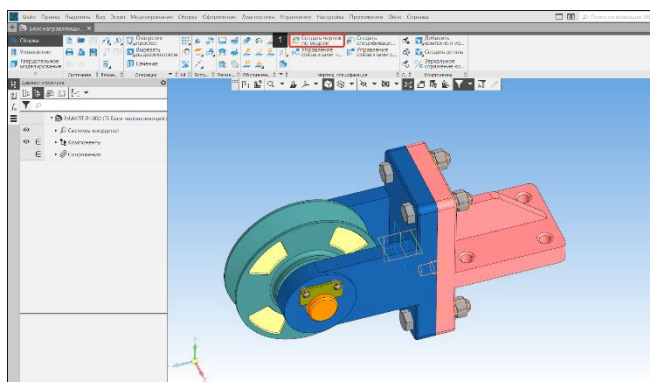
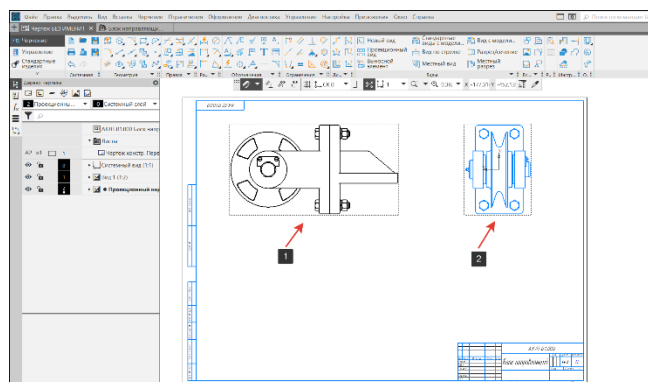

Рисунок 384 – Блок направляющий
Рисунок 385 – Главный вид и вид слева
Создадим чертеж сборочной единицы «Блок направляющий», используя команду Создать чертеж по модели на панели Чертеж/Спецификация (1) (Рисунок 384). После настройки формата чертежа и главного вида (1), необходимо построить проекционный вид Слева (2) (Рисунок 385).